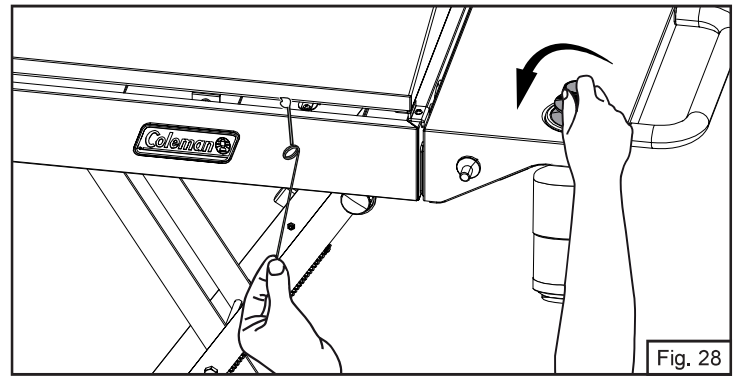

Fig. 28
1. Frottez et placez l'allumette longue en bois brûlante (ou utilisez la rallonge d'allumette ou un briquet à butane avec rallonge) dans les espaces de l'appareil près des orifices du brûleur (Fig. 28).